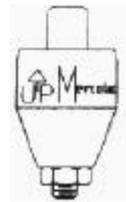

Fig.1
1. Los conectores Mercotac se pueden usar vertical y horizontalmente. Sin embargo, la flecha UP en el cuerpo del conector no deberá estar nunca por debajo de la horizontal. Es preferible el almacenaje de las unidades vertical. <Fig.1>
1. Los conectores Mercotac pueden ser usados vertical y horizontalmente. Sin embargo, la flecha UP en el cuerpo del conector no deberá estar nunca por debajo de la horizontal. Almacenaje vertical. <Fig. 1>
<Fig 1>